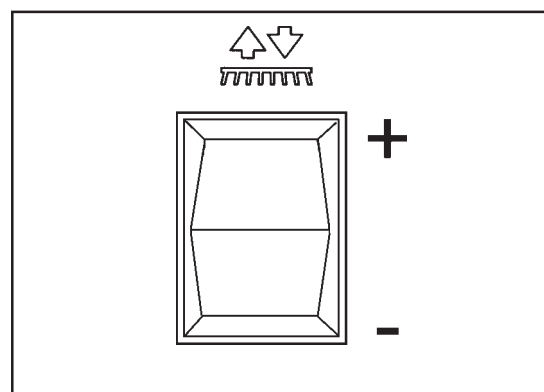

Figure 28
Les brosses sont utilisées pour assurer l'agitation de la solution, ce qui améliore le processus de nettoyage. L'importance de la pression appliquée peut être réglée sur cinq niveaux différents afin de s'adapter à tous les sols, quel que soit leur état. Ces différents niveaux sont indiqués sur l'afficheur LCD situé à l'avant de la machine (figure 27B). Pour régler la pression d'applique sur les brosses, utilisez le commutateur des brosses (figure 28).
1. Pressez le côté « + » du l'interrupteur (figure 28).
1. Pressez le côté « - » du l'interrupteur (figure 28).